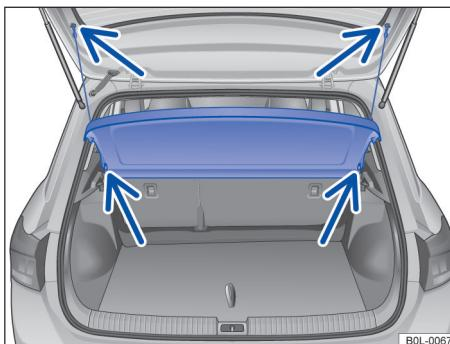

图 117 行李箱内：拆卸和安装行李箱盖板
- 将固定带从尾门上摘下 → 图 117 (上部箭头)；
- 向后从固定支架中拉出行李箱盖板 → 图 117 (下部箭头)。
- 从上方将行李箱盖板压入侧托架 → 图 117 (下部箭头)。
- 将固定带挂到尾门上 → 图 117 (上部箭头)。